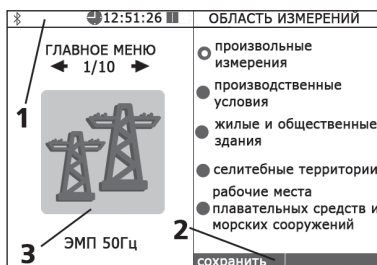

Рисунок 6
5.1. Экран блока НТМ-Терминал (рис. 6) разбит на составные части, а именно: